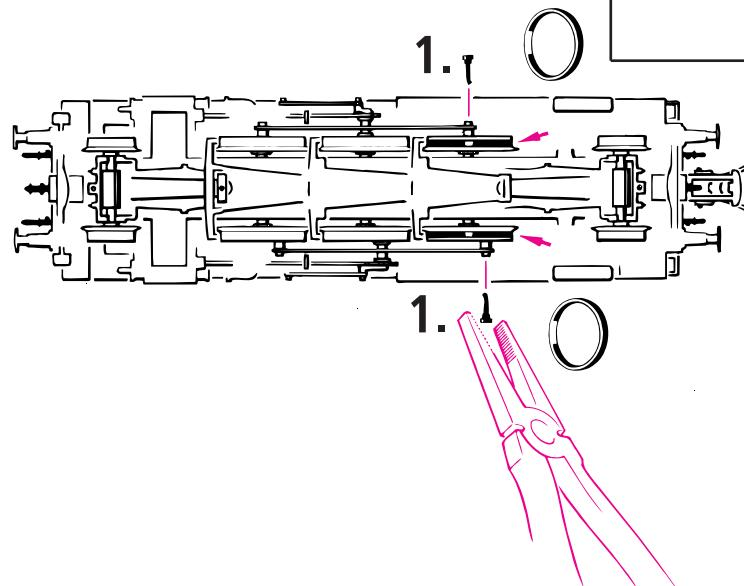

Fig. 10
5. Kohlebürstenwechsel: Lokgehäuse abnehmen (Fig. 4). Danach wird der **Motor ausgebaut** und die **Kohlebürsten** ausgewechselt (Fig. 10).
5. Remplacement des balais du moteur: Démontez la caisse de votre locomotive (voir fig. 4). Sortez ensuite le moteur de son logement et échangez finalement le balais (fig. 10).
5. Carbon Brush Changing: First **remove** loco body (fig. 4), and then the **motor** (fig. 10).